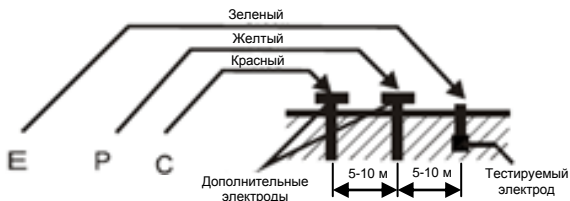

Рис. 1
- (1) Подключить зеленый, желтый и красный тестовые провода к разъемам прибора «Е, Р и С», затем подсоединить их к дополнительным электродам Р1, С1, заглубленным в земле на одной линии (рис.1).
- (2) Повернуть переключатель режимов в соответствующее положение, затем нажать кнопку тестирования, чтобы проверить показания.
- (6) Поскольку ток измерения ниже 2 мА автомат защиты цепи (ELCB) не сработает в том случае, если силовая установка им оснащена.
** Выполнить подключения согласно рис. 1.*